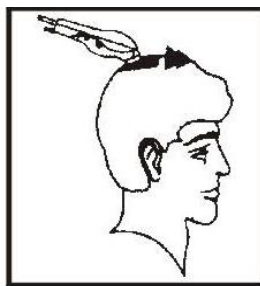

Рисунок 4
1. Используйте для этого насадку-гребенку 9мм или 12мм, состригайте волосы с макушки и верхней части головы в направлении, противоположном росту волос, т.е. от передней к задней части головы (см. рисунок 4).